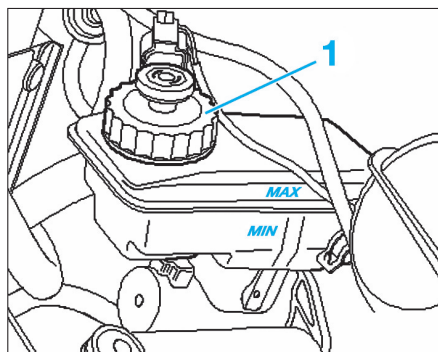

Fig. 36
- Déposer le bouchon (1) du réservoir de liquide de frein (Fig.36).